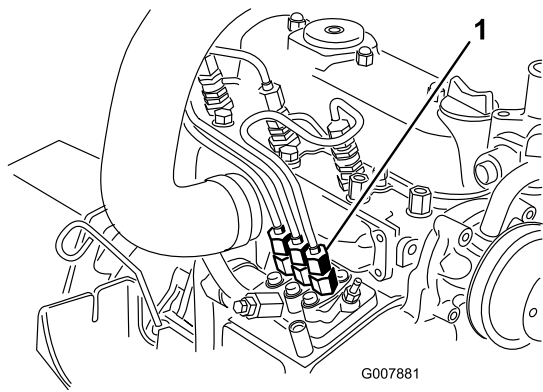

图 38
1. 如图 38 所示将一块抹布放在燃油喷射泵到 1 号喷嘴之间的管道连接下。